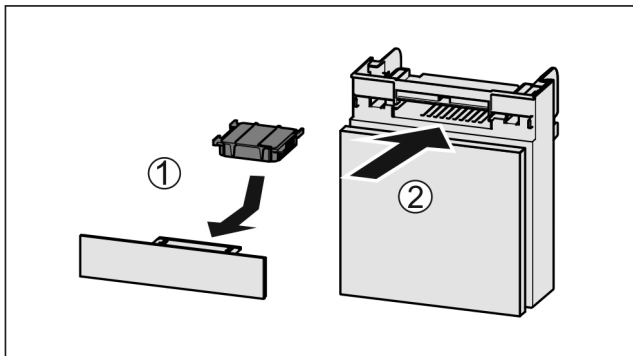

Fig. 129
- Insérer le filtre à charbon actif d'après le schéma Fig. 129 (1).
- Insérer le compartiment Fig. 129 (2).